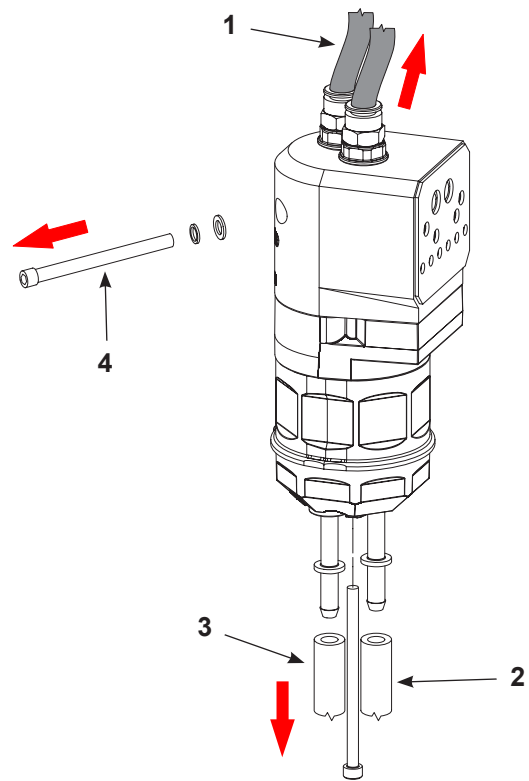

Figura 18 Pregătirea dezasamblării pompei de adaptare
1. Vezi figura 18. Deconectați conductele pentru aer de purjare din partea de sus a pompei de adaptare (1), dacă este cazul.